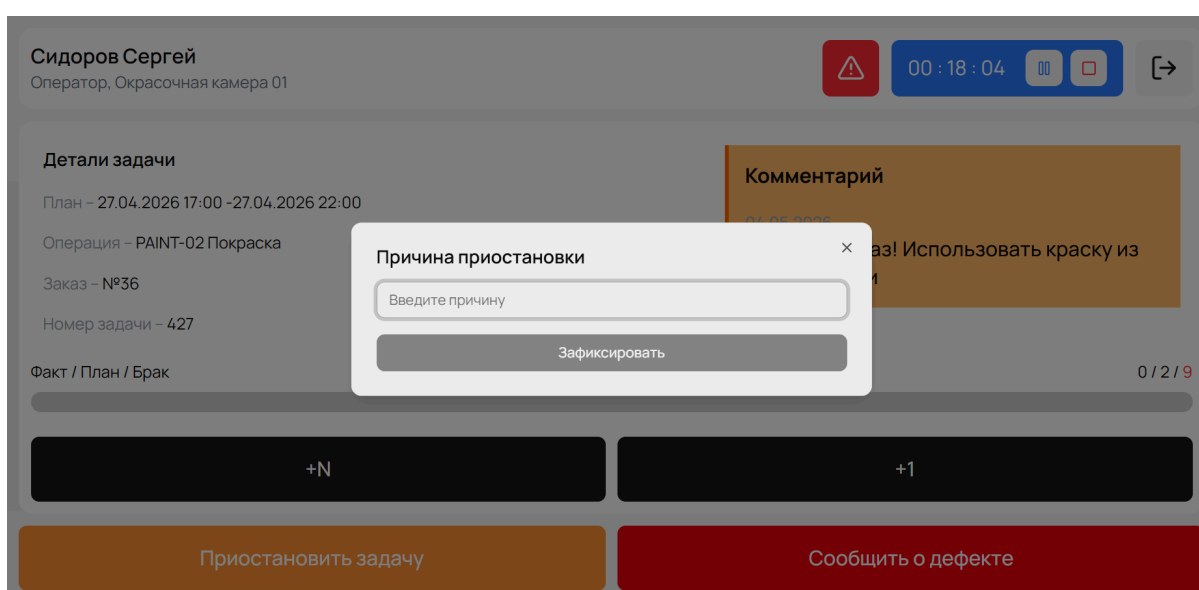

Рисунок 7 - Причина приостановки задачи
- Для приостановки задачи требуется нажать кнопку «Приостановить задачу» (Рисунок 7)